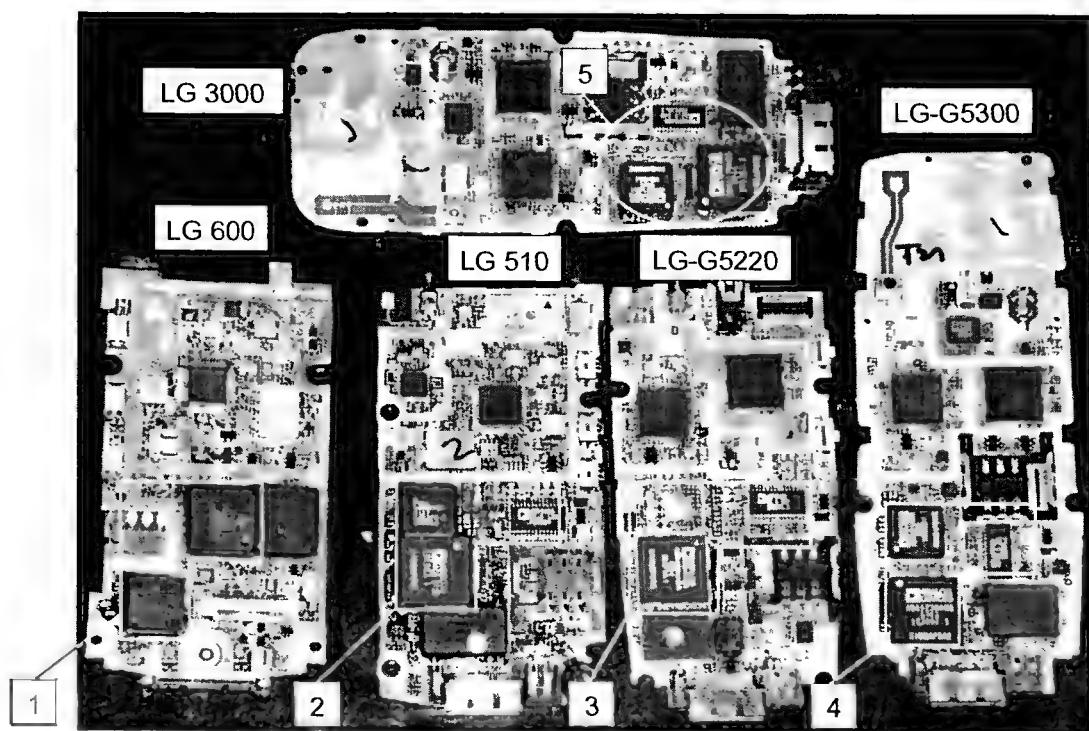

Рис. 4.1
Большинство моделей телефонов LG выполнены на процессорных комплектах от TEXAS INSTRUMENTS (TI) и ANALOG DEVICES (AD), в которые входят центральный процессор, а также сигнальный процессор (DSP), аудио контроллер и контроллер питания. Некоторые перечисленные компоненты могут быть объединены в одном корпусе микросхемы, например, процессор и DSP (TI). На рис. 4.1 показаны печатные платы некоторых популярных аппаратов LG. Из него видно, что в 600 модели (1) используются комплекты на микросхемах TI (обведены контуром), а в моделях 510, G5220, G5300 и 3000 (2-5) — AD. В зависимости от производителя процессорных комплектов, программирование этих телефонов имеет свои особенности.